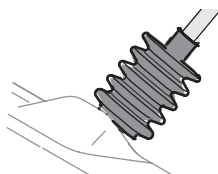

Figura 13
6. Deslice el fuelle de goma sobre la junta universal (Figura 13).